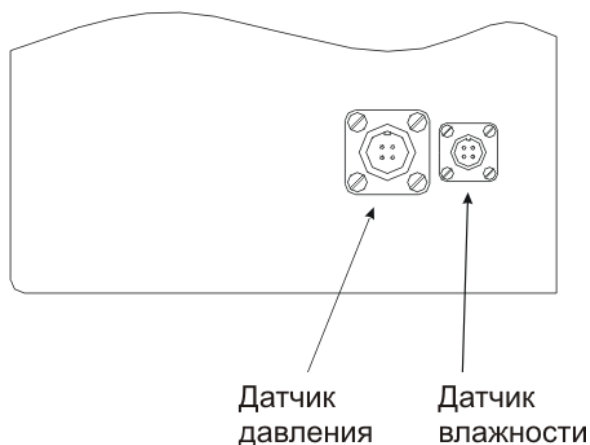

Рисунок. 5.1 Разъемы на боковой панели систем СПГ
- 5) Подключить измеритель серии ИВГ-1 к разъемам системы СПГ влажности и (при наличии) давления, рисунок 5.1.